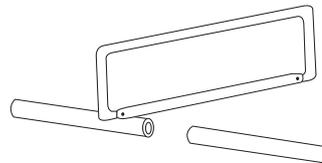

Figura 8.
2. Desmonta la tubería (ver Figura 8).